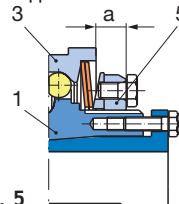

Рис. 5
□ EAS®-compact® храповая- и синхронная муфта (Размеры 01 - 3): Величина „а“ - это расстояние от торца регулировочной гайки (5) до торца нажимной шайбы (3) (Рис. 5).